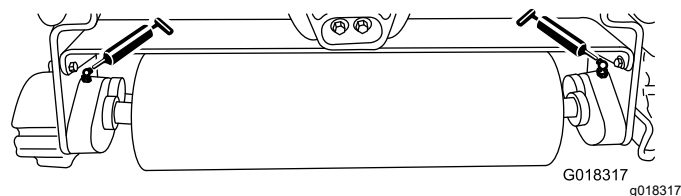

図 8
トリローラの各ユニットにはグリスフィッティングが2つ 図 8 ありますから、15 運転時間ごとに リチウム系 2 号グリスを注入してください。手動式のグリスガンの使用をお勧めします。
2. トリローラのシャフトにグリスを注入する手に圧力を感じるまでポンプ動作を続ける 図 8。